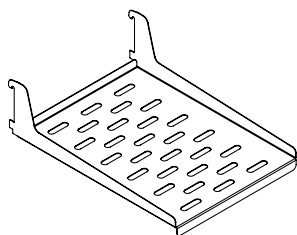

Figure 19
- (1) étagère métalliques perforées (Voir la Figure 19).